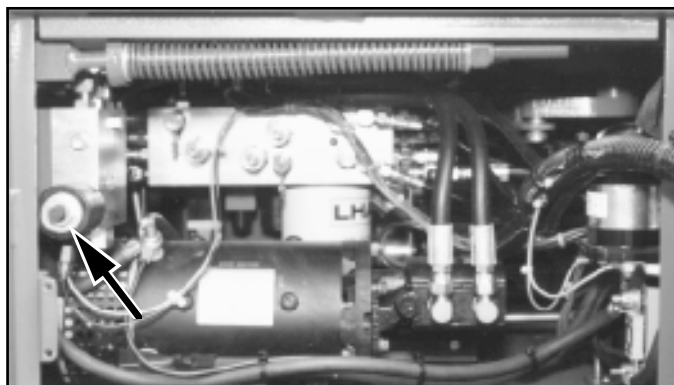

Figura 3: Válvula de descenso de emergencia
13. Inspeccionar la operación del sensor de nivel (Figura 3) empujándolo fuera de nivel mientras se impulsa el interruptor de elevación del chasis a la posición **ELEVAR (UP)**; la alarma deberá sonar.
15. Abrir la válvula de descenso de emergencia del chasis (Figura 3) para probar el funcionamiento, empujando la perilla hacia adentro y haciéndola girar 1/4 de vuelta en sentido contrario a las agujas del reloj. Después que la plataforma esté totalmente abajo, cerrar la válvula empujando hacia adentro la perilla y haciéndola girar 1/4 de vuelta en el sentido de las agujas del reloj hasta que el retén se destrabe.
20. Tirar hacia afuera del botón de parada de emergencia a la posición **ENCENDIDO (ON)**.
Pedir a una persona del piso que abra la válvula de descenso de emergencia (Figura 3) para bajar la plataforma. Esa válvula está ubicada dentro del módulo derecho: